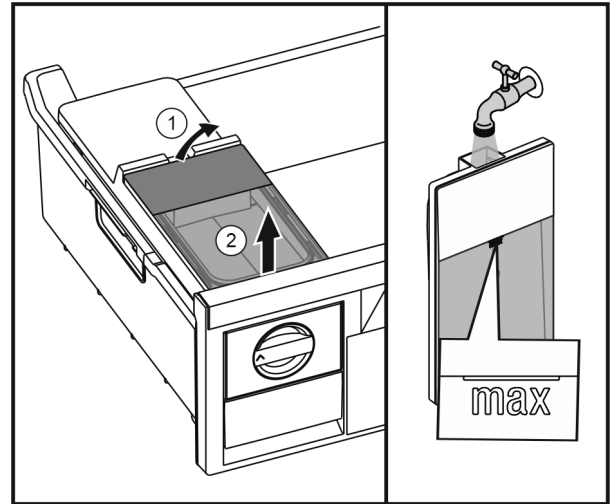

Fig. 48
- ▶ Wassertank von hinten anheben Fig. 48 (1) und nach oben entnehmen Fig. 48 (2).